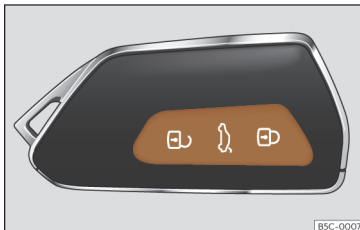

Fig. 87 Chave por comando à distância: teclas.
- Trancar: pressione o botão  >>> **Fig. 87.**